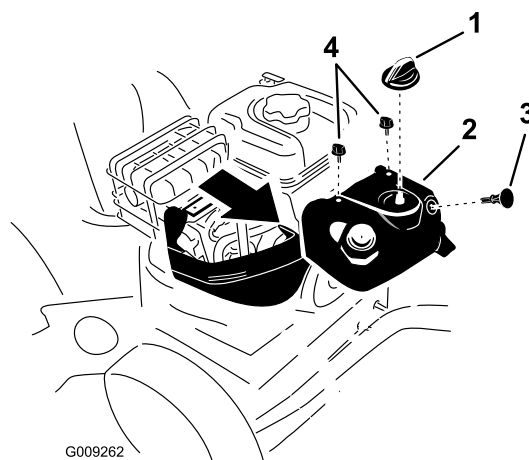

Figure 51
**Remarque:** Vous devez déposer le capot anti-neige pour accéder à la bougie d'allumage (Figure 51).
1. Enlevez la commande de starter et la clé de contact (Figure 51).
2. Enlevez les 2 vis qui fixent le capot anti-neige à la fraise à neige (Figure 51).